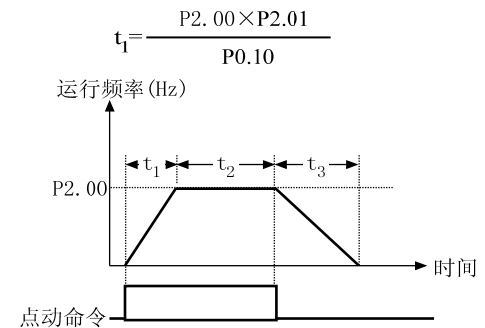

图 5-2-1 点动运行参数说明
- ◆ 如图 5-2-1 所示， t_1 、 t_3 为实际运行的点动加速和减速时间， t_2 为点动时间，P2.00 为点动运行频率，而由 P2.01 和 P2.02 设定的点动加减速时间为 0 到最大频率所需的时间。